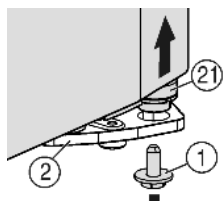
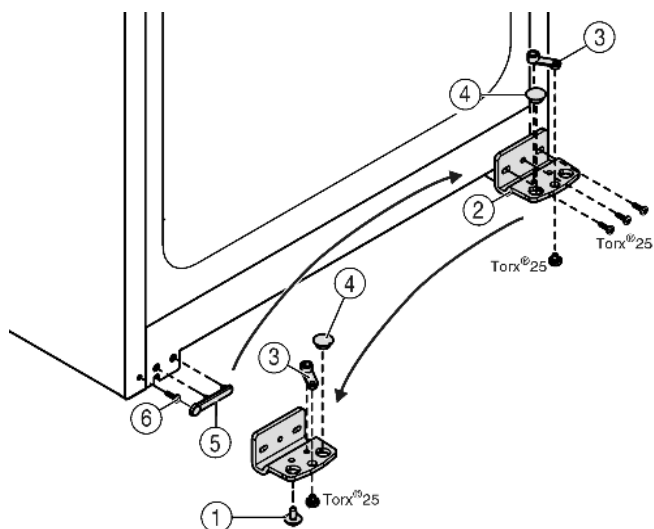

Fig. 4
Fig. 5
- ▶ Внизу справа на опорном кронштейне выкрутите фиксирующий винт Fig. 4 (1).
- ▶ Опорный палец Fig. 4 (21) можно извлечь из опорного кронштейна Fig. 5 (2).
- ▶ Если установочный винт Fig. 4 (21) не откручивается, его можно вынуть, нажав на него снизу.
- ▶ Открутите опорный кронштейн Fig. 5 (2).
- ▶ Открутите опорную деталь Fig. 5 (3) и, переставив в отверстие на противоположной стороне опорного кронштейна, снова прикрутите.
- ▶ Извлеките заглушку Fig. 5 (4) из опорного кронштейна и переставьте ее в отверстие на противоположной стороне опорного кронштейна.
- ▶ Осторожно снимите крышку со стороны ручки Fig. 5 (5).
- ▶ Выкрутите болт Fig. 5 (6) и вкрутите на противоположной стороне.
- ▶ Снова установите крышку Fig. 5 (5).
- ▶ Снова прикрутите опорный кронштейн Fig. 5 (2) на новой стороне шарнира (с моментом 4 Нм). При необходимости используйте аккумуляторный шуруповерт.
- ▶ Вкрутите фиксирующий винт *Fig. 4 (1)* внизу в опорный палец и затяните (**с моментом 4 Нм**).